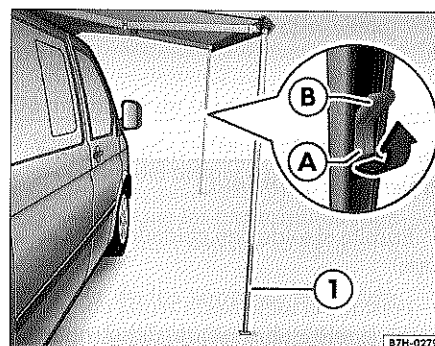

Fig. 33 Fijación estable del toldo desplegado
– Ajuste la altura de ambas patas ⇒ página 45, fig. 33 ① según sea necesario y fíjelas en dicha posición cambiando la palanca del centro de la posición (A) a la (B).